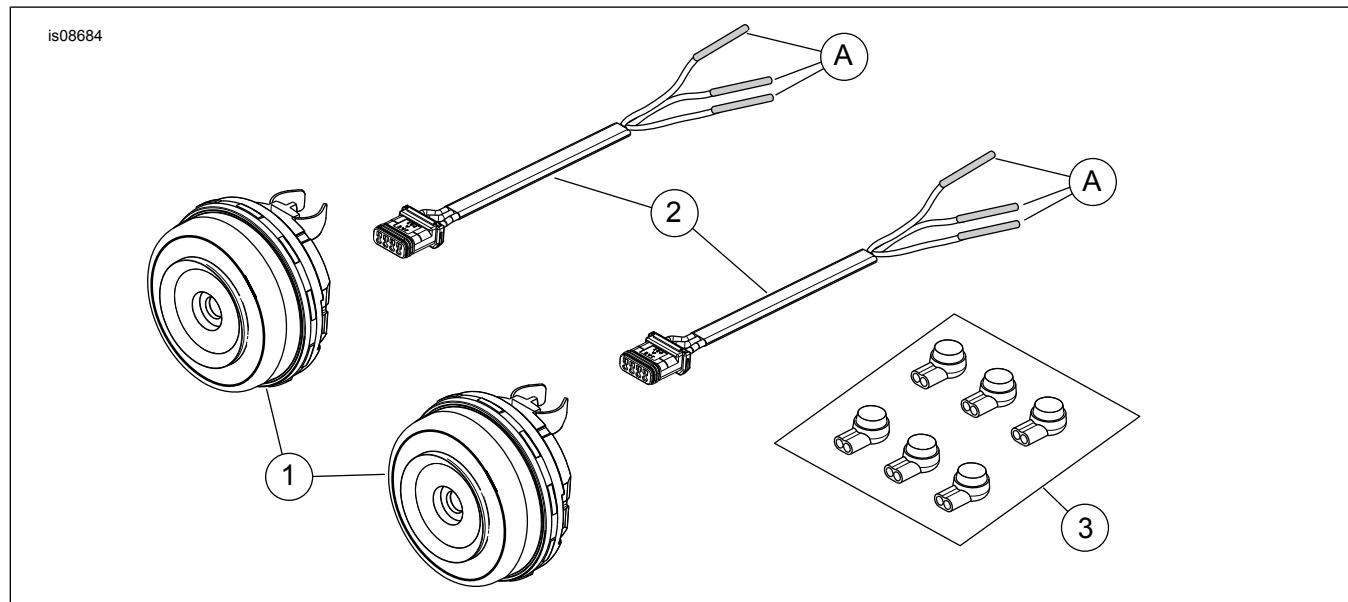

Figure 5. Pièces de rechange : Feu de circulation/de stop/de direction
Voir Figure 5 et Tableau 1.
7. Voir Figure 5 . Faire correspondre le fil du faisceau (2) avec la même couleur de fil dans le boîtier du feu. Couper l'isolant rétractable (A) de la couleur correspondant au fil.
11. Vérifier que tous les boutons sont en position basse. L'engagement incomplet des connecteurs d'épissage internes (8) peut entraîner une épissure défectueuse. Dans ce cas les feux risquent de mal fonctionner ou de ne pas fonctionner.
12. Voir Figure 5 . Connecter les feux (1) aux faisceau (2).